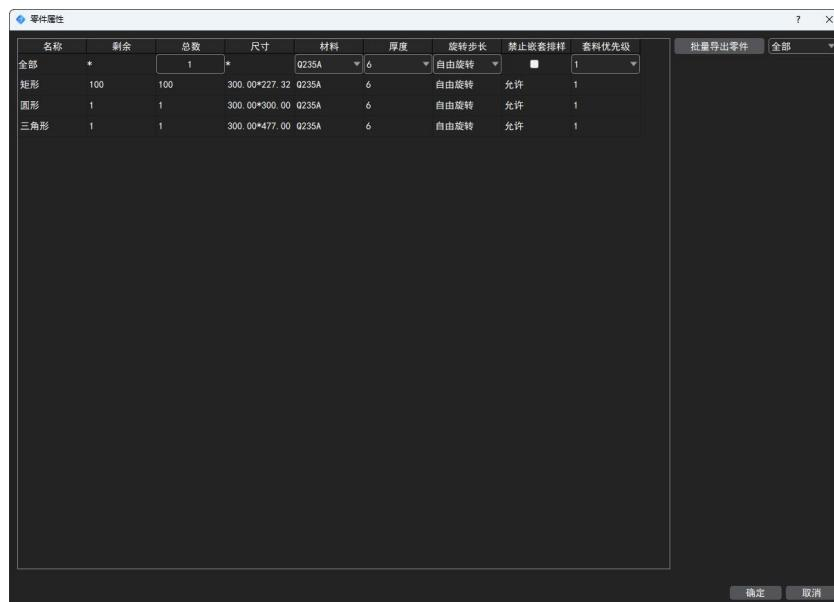

图 3-1 零件属性界面
<p>导入的零件会全部显示在零件列表中，支持对零件编辑（该零件需没有进行排版）、修改零件名称、修改零件数量、删除零件等操作。</p> <ul style="list-style-type: none"> (1) 添加零件：点击可以继续导入零件； (2) 选择零件：可以对零件列表中的零件进行全选、全不选、反选； (3) 删除零件：可以对已经选择打勾的零件进行删除； (4) 零件排序：可以按零件导入顺序、名称、面积进行排序 (5) 零件属性：可以针对每个零件修改数量、厚度、材质、旋转步长、优先级（参考图 3-1）； (6) 零件名称：鼠标左键点击可以直接修改； (7) 零件数量：数量格式为：未排版零件数量/全部零件数量，鼠标左键点击“/”后数字可以直接修改零件总数量； (8) 显示材质厚度：勾选后，可以将零件按材质厚度分组显示； (9) 隐藏用完零件：勾选后，可以自动隐藏数量已经全部排版完的零件。